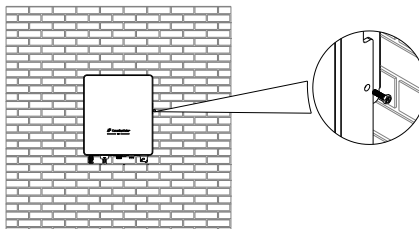

FIG. 6-10 Arregle ambos lados del inversor
2) Utilice dos pernos de seguridad para fijar ambos lados del inversor para asegurar que el inversor se fije firmemente a la pared, según FIG. 6-10.